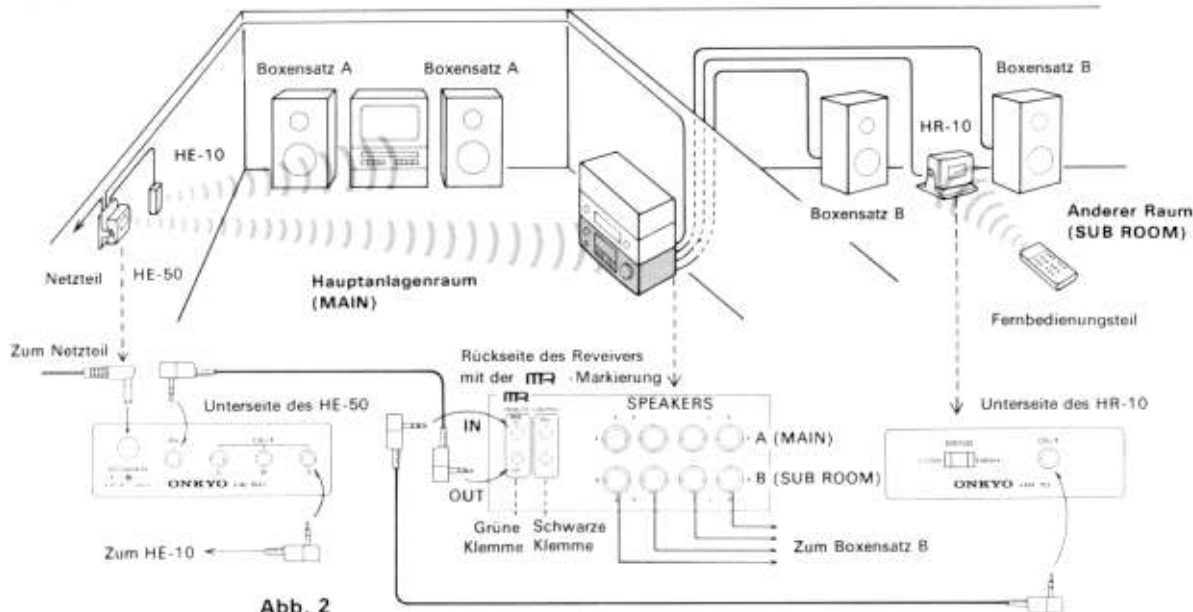

Abb. 2
- Ein Anschlußbeispiel mit dem HR-10 und HE-50 (oder HE-50AC) zur Steuerung von Bausteinen im Hauptanlagenraum von einem anderen Raum aus ist in Abb. 2 gezeigt.